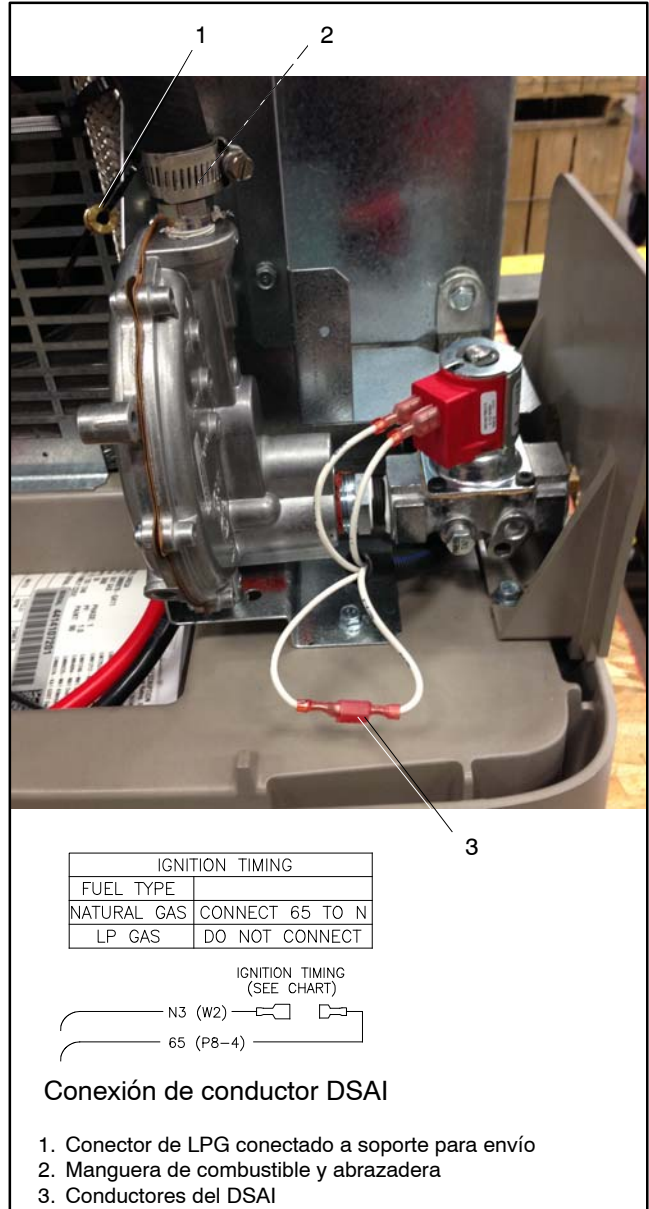

Figura 1-11 Sistema de combustible, como se envía (modelo 14RESA/RESAL construido después del 26 de junio de 2014)
Los grupos electrógenos modelo 14RESA/RESAL contruidos el 26 de junio de 2014 o después no están equipados con el bloque de combustible. Estas unidades usan conectores de orificios de combustible instalados en el conector de manguera en el regulador de combustible. Consulte Figura 1-11 y use las instrucciones de esta sección para la conversión de combustible.
Normalmente, la unidad se envía configurada para gas natural, con el conector de LPG conectado cerca de la válvula de solenoide de combustible. Para convertir a LPG, retire el conector de GN e instale el conector de LPG como se describe a continuación. Consulte la Figura 1-11 para conocer la ubicación de los componentes del sistema de combustible.
5. Retire la abrazadera de manguera y la manguera de combustible desde el conector de la manguera. Consulte la Figura 1-11.
9. Desconecte los conductores 65 y N3 para LPG del encendido digital avanzado de bujías (DSAI). Los conductores del DSAI están ubicados cerca de la válvula de solenoide de combustible. Consulte la Figura 1-11.